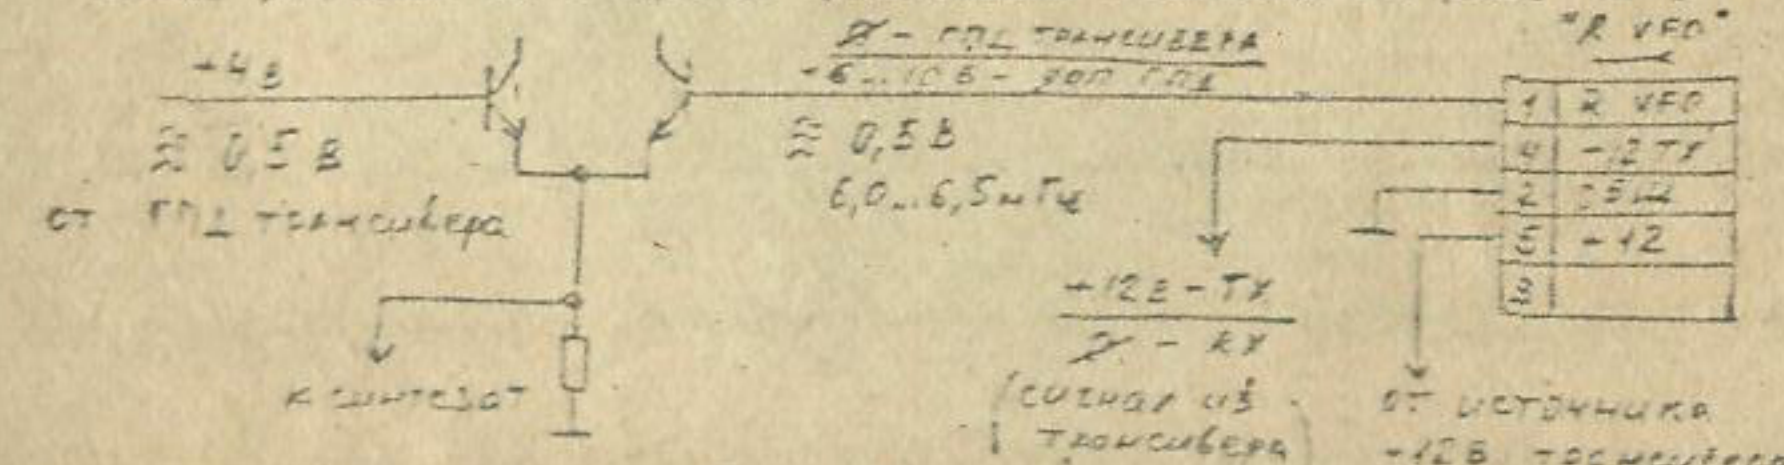

Рис. 13
7.7 Разъем "B VFO" ("ДОПОЛНИТЕЛЬНЫЙ ГЛД") (68) служит для подключения внешнего ГЛД при необходимости работы на разнесенных частотах, т.е. при использовании дополнительного ГЛД в качестве памяти частоты. Схема разъема со стороны трансивера показана на рис. 13.